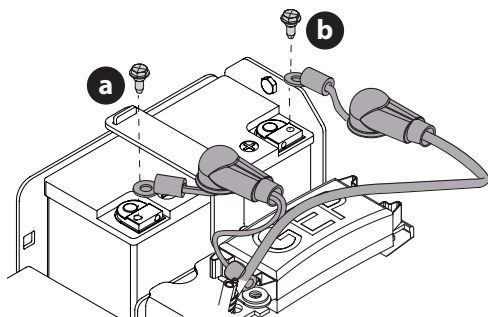

Fig. 38
- Retirez le boulon de montage vertical qui fixe le fil négatif noir de la batterie (a) à la borne négative de la batterie (marquée NEG (-)). Éloignez le câble de la borne négative de la batterie (Fig. 38).
- Retirez le boulon de montage vertical qui fixe le fil positif rouge de la batterie (b) à la borne positive de la batterie (marquée POS (+)). Éloignez le câble de la borne positive de la batterie (Fig. 38).